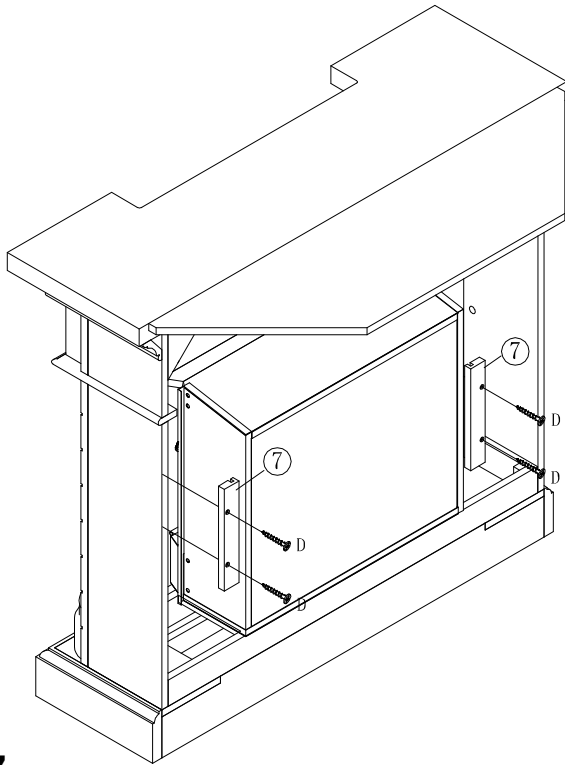

Figure 7
INSERT FIREBOX FROM THE BACK OF FIREPLACE. MAKE SURE FIREBOX IS PRESSED TIGHTLY AGAINST THE ASSEMBLED UNIT. ATTACH WOOD HOLDERS (7) ON THE SIDES OF FIREBOX. INSERT 4PCS FLAT HEAD LONG SCREW (D) THROUGH PREDRILLED HOLES ON WOOD HOLDER (7) AND TIGHTEN INTO CORRESPONDING HOLES ON BACK OF LEFT AND RIGHT FRONT PANELS (2.3). AS FIGURE 7 SHOWN.